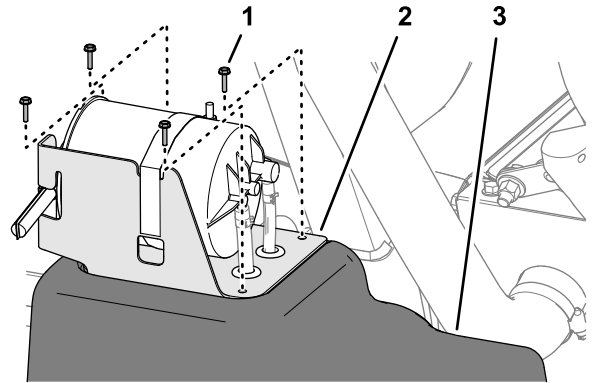

Figura 83
2. En el depósito de combustible, retire los 4 tornillos (Nº 10 x 3/4") que sujetan el soporte del cartucho de carbón a la parte superior del depósito de combustible (Figura 83).